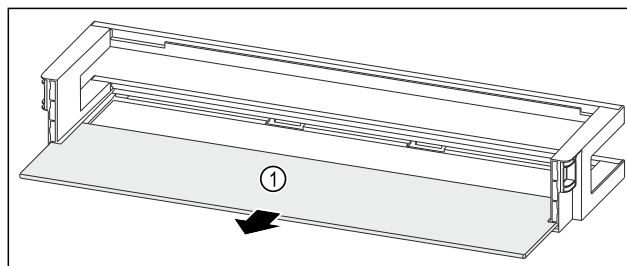

Fig. 87 Polica u vratima s policom za odlaganje
- ▶ Izvadite policu Fig. 87 (1).